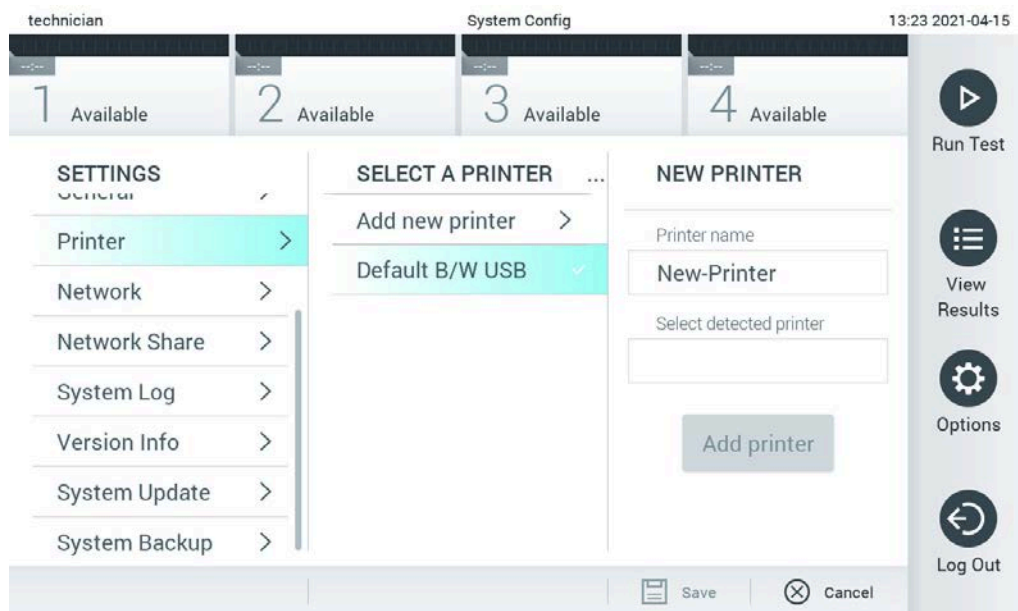

Figura 100. Instalarea imprimantei cu instalarea driverului
5. Faceți clic pe **Add Printer** (Adăugare imprimantă) (Figura 100).